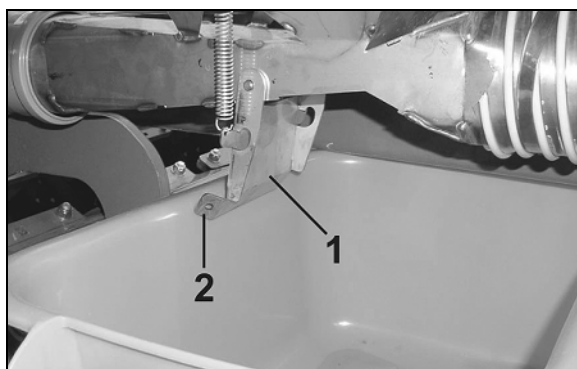

Рис. 71
4. Откройте клапаны загрузочной воронки (Рис. 71/1) на всех дозаторах.
Опасность сжатия при открытии и закрытии клапана загрузочной воронки (Рис. 71/1)!
Беритесь только за накладку (Рис. 71/2) клапана загрузочной воронки, иначе имеется опасность травмирования от удара пружинного клапана (Рис. 71/1).
Никогда не проникайте руками в зону между клапаном загрузочной воронки (Рис. 71/1) и загрузочной воронкой!